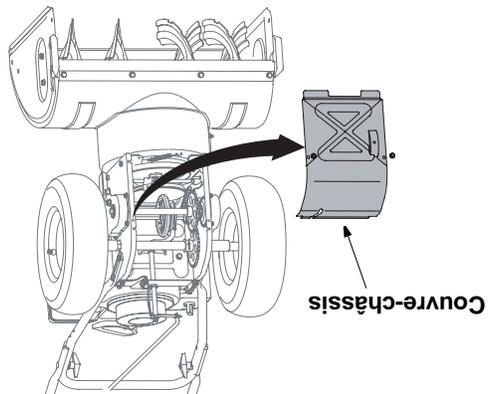

Figure 24
- Basculez la souffeuse vers l'avant pour la faire reposer sur l'habitacle. Enlevez les deux vis auto-taranduses du couvre-châssis sous la souffeuse et écartez-le. Voir la Figure 24.
- Basculez la souffreuse vers l'avant pour la faire reposer sur l'habitacle. Enlevez les deux vis auto-taranduses du couvre-châssis sous la souffreuse et écarterz celui-ci. Voir la Figure 24. Faites faire un demi-tour à la vis à épaulement et dégagez-la du support de montage. Voir la Figure 24.